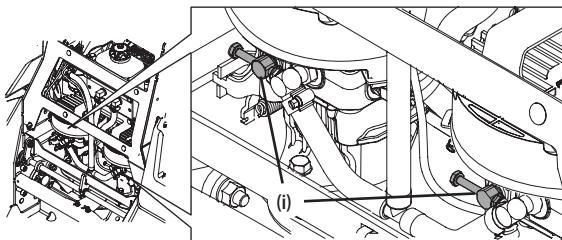

Figura 3
4. Localice las transmisiones hidrostáticas y abra las dos válvulas de derivación (i) un máximo de dos vueltas. Consulte la Figura 3.